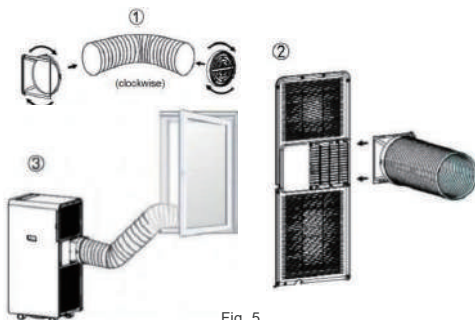

Fig. 5
3. Umieść drugi koniec węży wylotowego na pobliskim parapecie (patrz rys. 5).
3. Plasser den andre enden av avløpsslangen på den nærmeste vinduskarmen (se Fig. 5).
3. Placera den andra änden av avløpsslangen på det närmaste fönsterbrådet (se Fig. 5).
4. Umieść drugi koniec węża wylotowego na pobliskim parapecie (patrz rys. 5).
4. Plasser den andre enden av avløpsslangen på den nærmeste vinduskarmen (se Fig. 5).
4. Placera den andra änden av avloppsslangen på det närmaste fönsterbrädet (se Fig. 5).